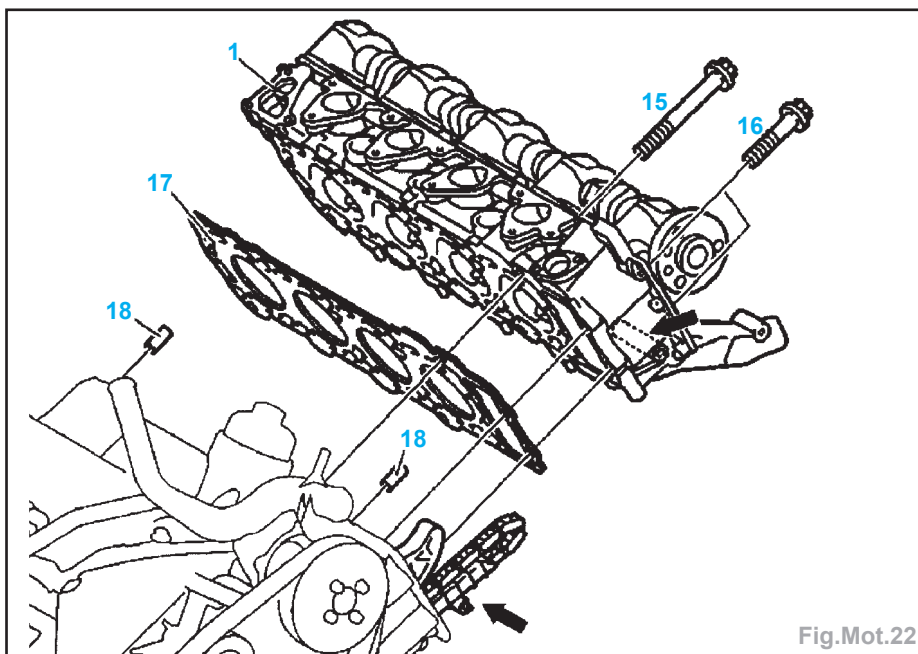
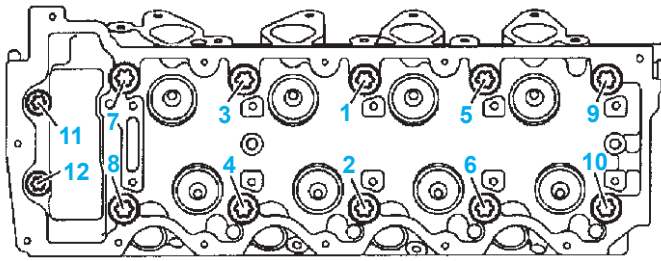

Fig.Mot.22
Fig.Mot.24
- Repérer le pignon d'arbre à cames (9) par rapport à la chaîne de distribution (8).
- le tendeur de chaîne (3).
- le pignon d'arbre à cames (9) et soulever la chaîne de distribution. Utiliser une clé plate (14) pour retenir l'arbre à cames (2).
- le silentbloc moteur (5) sur le support moteur (4).
- Déposer les vis (16) (Fig.Mot.22).
- Remplacer le joint de culasse (17) (Fig.Mot.22).
- Lors de la mise en place de la culasse, insérer l'axe de glissière qui se trouve sur la culasse, dans la glissière (flèches) (Fig.Mot.22).
- Attention aux douilles d'ajustage (18) lors du positionnement de la culasse.
- Contrôler les vis de culasse (longueur sous tête maxi : 186 mm); huiler le filetage et la portée de tête des vis de culasse. Puis les mettre en place et les serrer en 3 passes (Fig.Mot.24) :